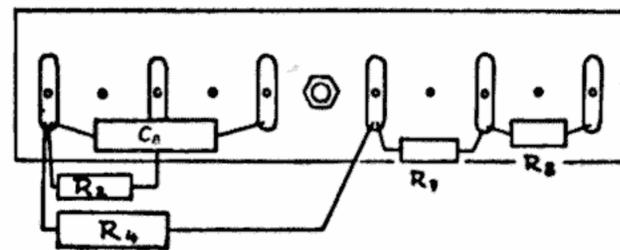

Abbildung 5
4. Schaltleiste: Anbringen von R8, R7, R4, C8 und R2 (siehe Abb. 5).